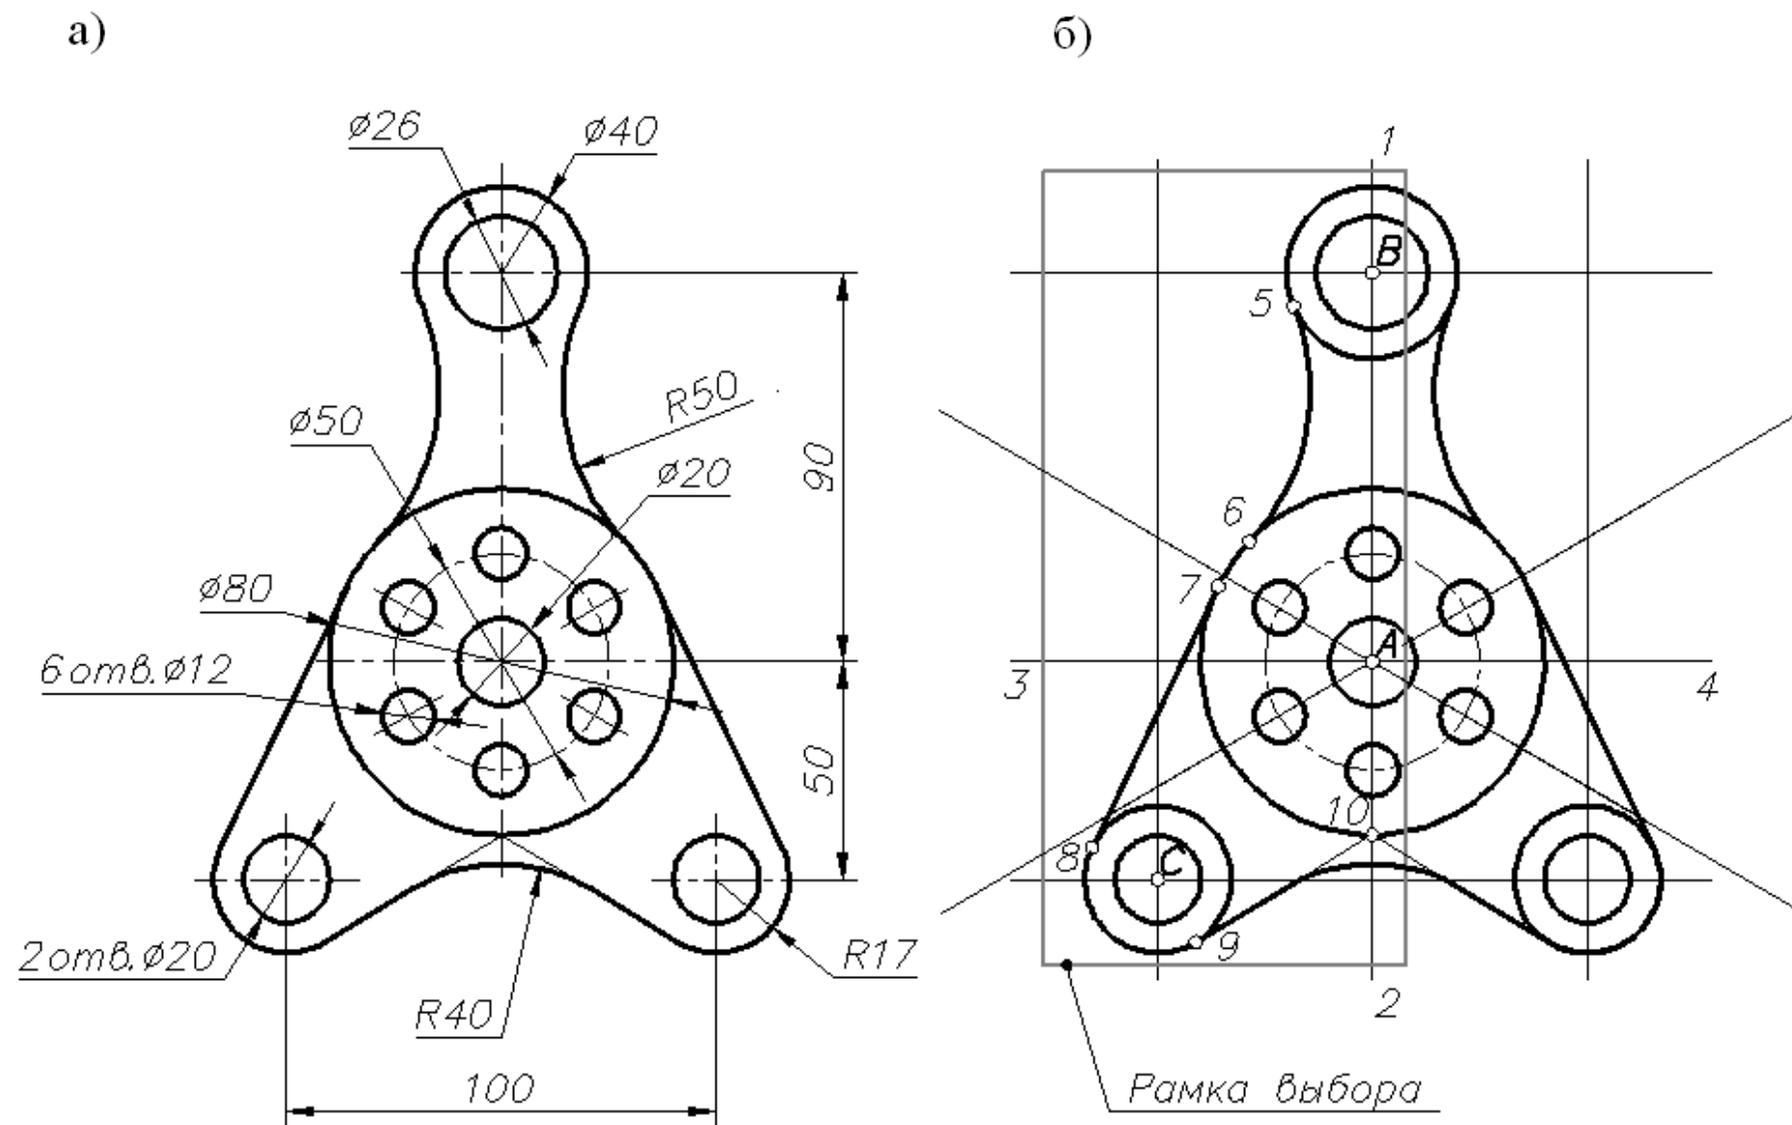

Рис. 6. Исходные данные к упражнению (а) и вспомогательные построения (б)
Упражнение 1. Построить изображение кронштейна (рис.6 а), используя команды редактирования.
2.2. С помощью команды *Подобие (Offset)* копируем их сдвигом (рис. 6 б). Горизонтальную линию на расстояние 90 мм вверх и на 50 мм вниз. Вертикальную линию влево и вправо на 50 мм.
8. С помощью команды *Зеркало (Mirror)* зеркально отобразим относительно оси симметрии левую часть полученного изображения. Рамка выбора объектов условно показана на рис. 6 б. Протокол исполнения команды приведен ниже.